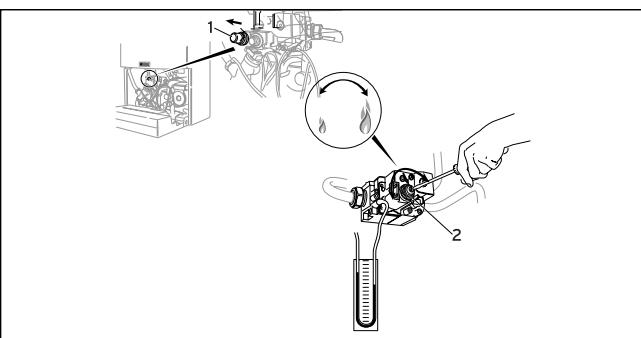

图9.4 点火流量的设置
### 9.5 调节燃气点火流量(参见图9.4)
- 用一个小螺丝刀取下燃气阀上的塑料保护帽 (1)；
- 用一字螺丝刀调节螺母内的螺丝（见图9.4）。